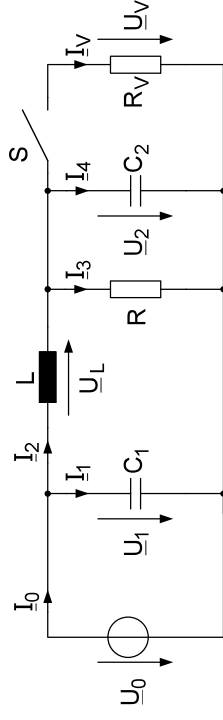

Bild 1.1: Ersatzschaltbild der Schaltung
Die in Bild 1.1 dargestellte Schaltung wird an einer sinusförmigen Wechselspannung mit dem Effektivwert $\underline{U}_0$ und der Frequenz f betrieben. Nachfolgend soll das Verhalten der Schaltung in Abhängigkeit der Bauteile und ihrer Werte berechnet werden.
- Vervollständigen Sie auf dem Lösungsblatt das qualitative Zeigerdiagramm für die in Bild 1.1 dargestellte Schaltung so, dass alle eingezeichneten Spannungen und Ströme enthalten sind.